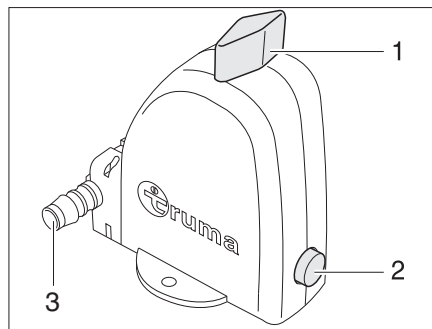

Fig. 307 Valvola di sicurezza/di scarico del boiler - Posizione funzionamento
Il boiler è dotato di una valvola di sicurezza/di scarico (Fig. 307). La valvola di sicurezza/di scarico impedisce che l'acqua congeli nel boiler in presenza di basse temperature esterne, quando il riscaldamento dell'autocaravan non è acceso.
- ▷ Il bocchettone di scarico (Fig. 307,3) della valvola di sicurezza/di scarico deve essere sempre pulito (ad esempio senza ghiaccio, foglie).
- Ruotare la manopola (Fig. 307,1) di 90° nel senso della lunghezza della valvola di sicurezza/di scarico. Il pulsante (Fig. 307,2) scatta fuori. Il boiler viene svuotato verso l'esterno attraverso il bocchettone di scarico (Fig. 307,3) della valvola di sicurezza/di scarico.
- Ruotare la manopola (Fig. 307,1) di 90° nel senso della larghezza della valvola di sicurezza/di scarico.
- Premere il pulsante (Fig. 307,2).